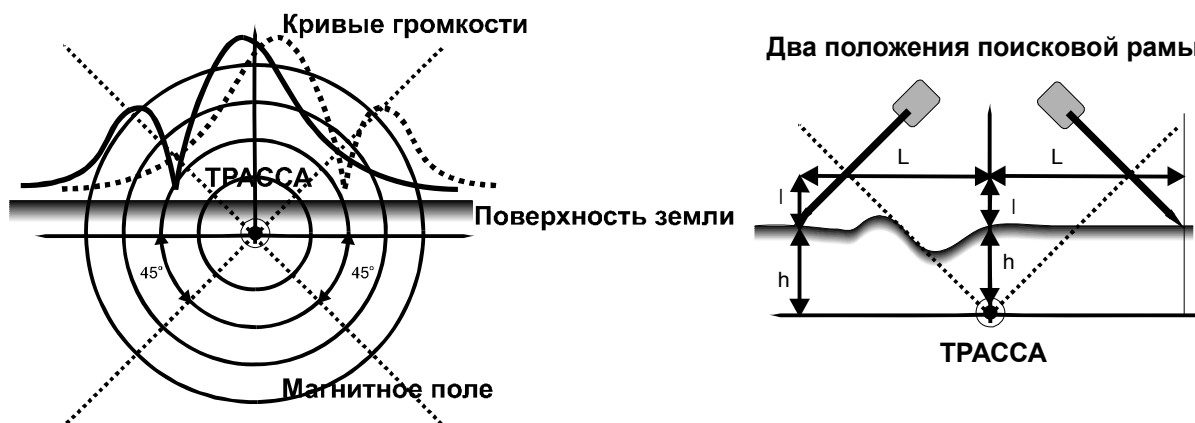

Рис.4 Определение глубины пролегания трассы
Определение глубины пролегания трассы можно проводить после уточнения местоположения трассы по методу минимума. Необходимо, удаляясь влево и вправо от трассы и держа поисковую раму под углом 45° к поверхности земли, найти два положения минимума громкости (см. рис.4). Глубина прокладки трассы (h) равна половине расстояния между этими точками (L) минус величина (I), т.е. $h=L-I$.